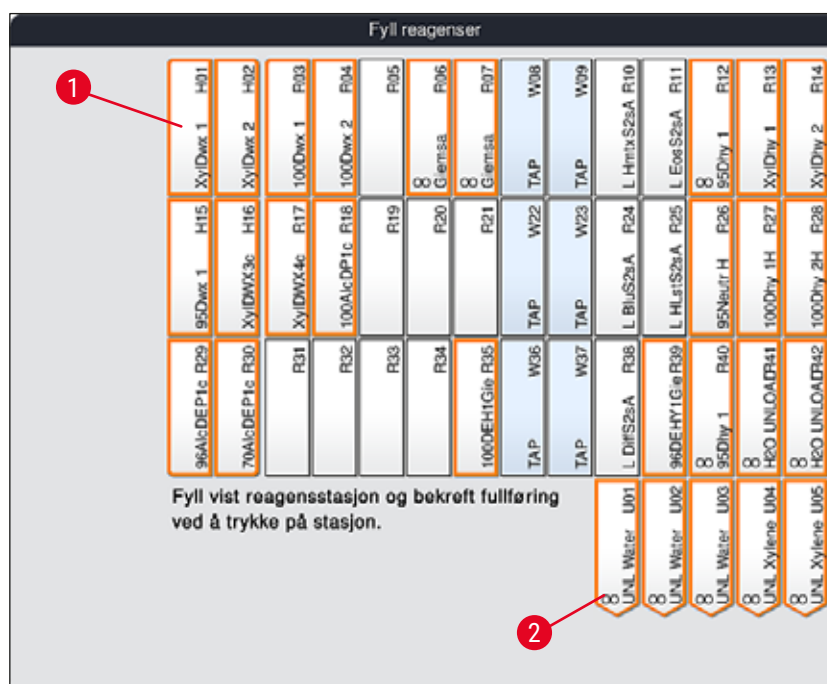

Fig. 56
2. I det nye vinduet **Fyll reagenser** (→ "Fig. 56") er stasjonene som skal fylles, merket med oransje (→ "Fig. 56-1").
Bare brukerdefinerte reagenser og reagenser som er lagt til Leica-fargeprogrammene vises med oransje markering (→ "Fig. 56"). Deretter skannes reagensene fra Leica-reagenssettet (→ S. 83 – Fylle reagenser i Leica-reagenssettet).